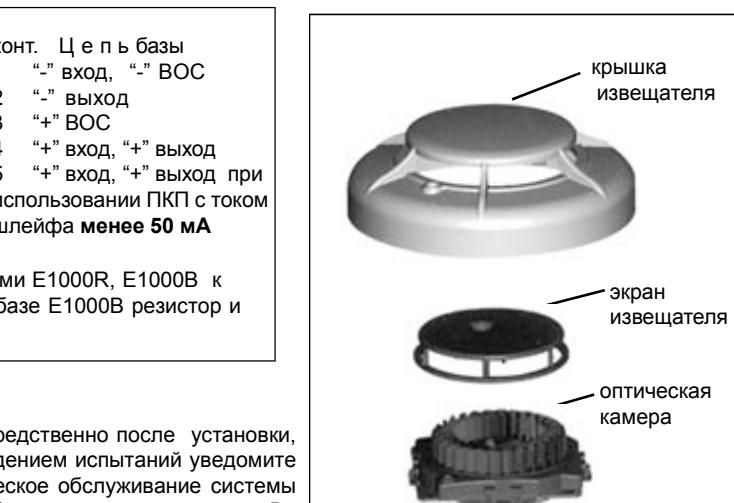

Рис. 2. Извещатель ИП212-58 со снятой крышкой
2. Снимите крышку извещателя (рис. 2), для чего при помощи отвертки с плоским шлицем осторожно ослабьте каждую из четырех защелок, которыедерживают плату извещателя внутри крышки.